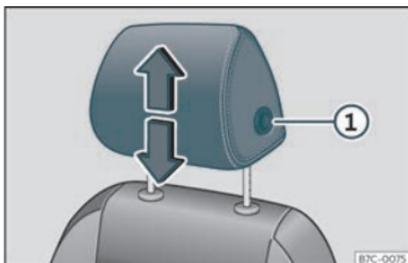
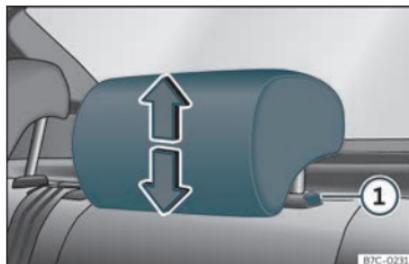

Fig. 103 Siège avant : réglage de l'appuie-tête.
Fig. 104 Appuie-tête arrière : réglage de l'appuie-tête.
- Saisissez l'appuie-tête des deux côtés avec les mains puis poussez-le vers le haut jusqu'à ce qu'il s'enclenche dans la position désirée. Pour le rabaisser, faites de même en appuyant sur le bouton latéral ① >>> fig. 103 >>> fig. 104.
- Appuyez sur le bouton latéral >>> fig. 103 ① et retirez les appuie-tête.